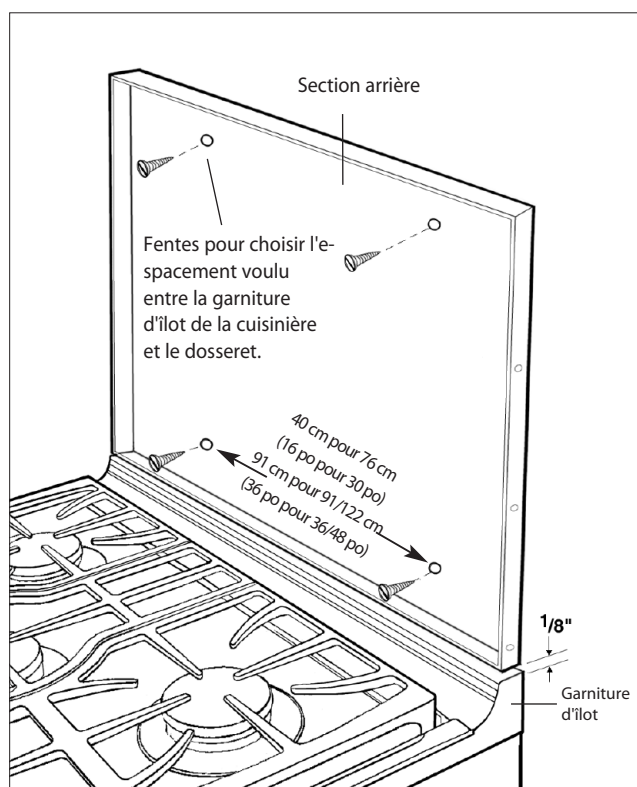

Fig.03
2. Après avoir déballé les pièces du dossier, placez la section arrière en la centrant à 3,5 mm (1/8 po) (voir fig. 03) au-dessus de la garniture d'îlot fixée à la cuisinière.* Fixez la section arrière à l'aide des fixations appropriées (non fournies) aux ancrages ou à l'ossature de bois du mur (fig. 03).